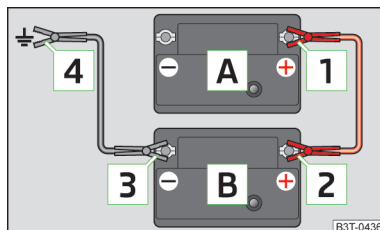

Fig. 115
- Prindeți clema **1** la polul plus al bateriei descărcate **A** » fig. 115.